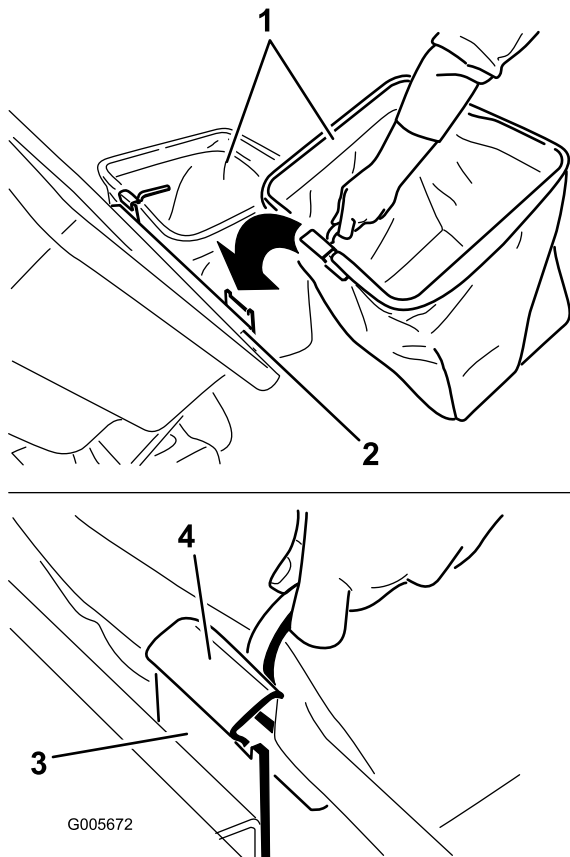

Figura 12
5. Montate i cesti facendo scorrere i ganci dei loro telai sulle staffe di ancoraggio (Figura 12).